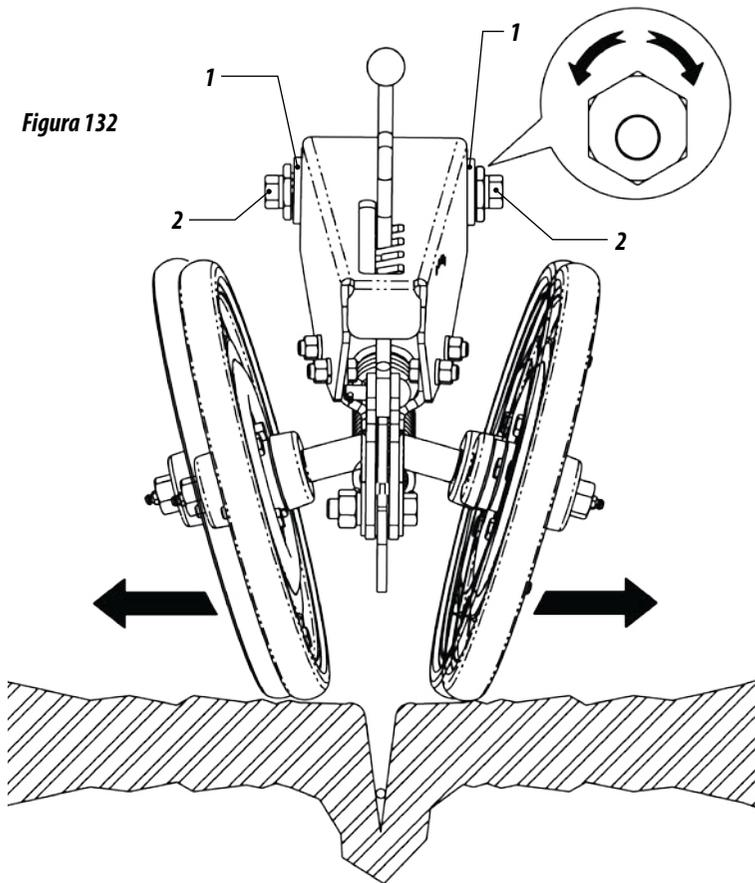

Figura 132
- 42 - Para desplazamiento horizontal de las ruedas, las mismas fueron desarrolladas con tacos excéntricos (1). Para ese regulado, suelte los tornillos (2) gire los referidos tacos (1), con una llave para actuación de las ruedas y alineamiento de las mismas con surco, posicionando mayor o menor cantidad de suelo lateralmente a semilla. FIGURA 132.